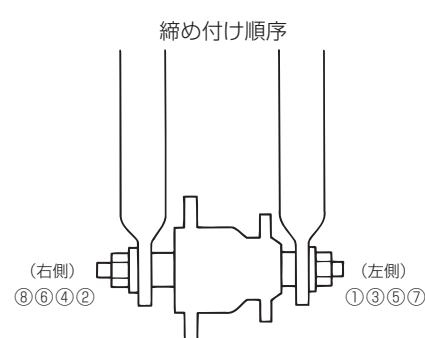

図3
- ハブナットは、ハブ軸の共回り防止のため、交互に締め付けてください。(図3)
ハブ軸が共回りしてコネクターの向きがズレないように、左右のハブナットを3~4回づつ分けて交互に締め付けてください。(図3)